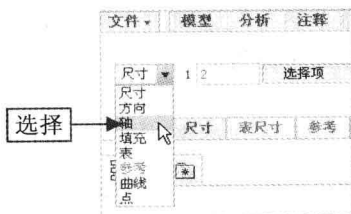

图 7-35 选择“轴”选项
Step 02 弹出“阵列”选项卡，单击“尺寸”右侧的下拉按钮，在弹出的下拉列表中选择“轴”选项，如图 7-35 所示。